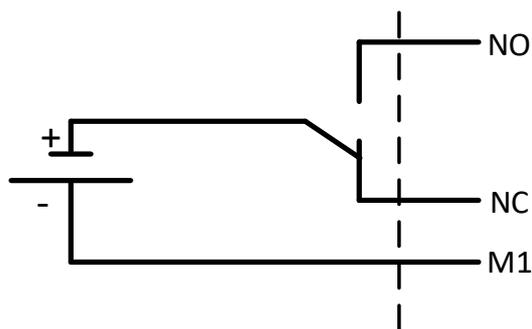

Рисунок 1
1) если измерение значения электрического сигнала на входе производится относительно общего нулевого потенциала M1 (потенциал внешнего устройства) (рисунок 1);